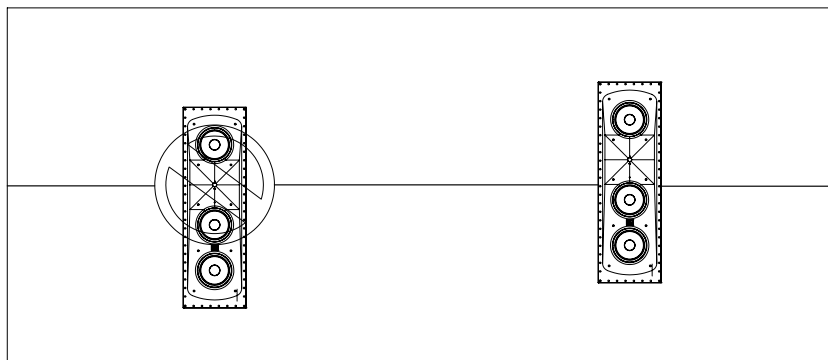

图 4
**注意：**某些穿孔投影屏幕有一个从中间穿过屏幕框架的板条或横条（见图 4）。对于此类屏幕，请确保板条或横条不会挡住喇叭。将扬声器朝垂直方向摆放，使得板条或横条在扬声器正面穿过喇叭边缘，尽可能贴近中置低音炮。